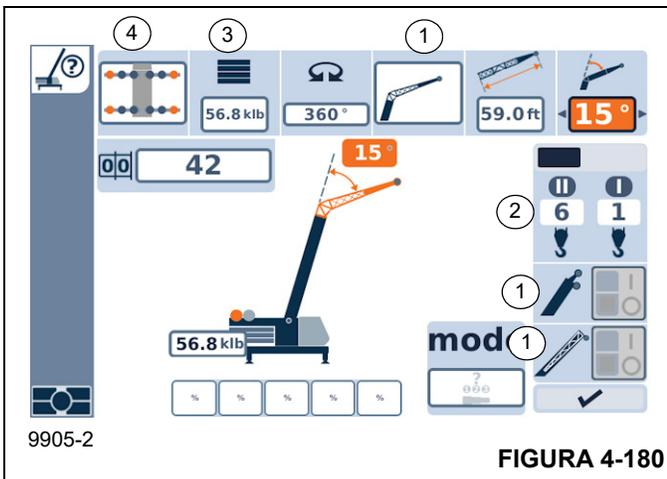

FIGURA 4-180
- Seleccione uno de los componentes deseados (1, Figura 4-180) a (4).